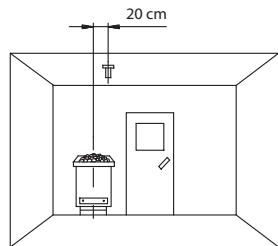

Рис. 7
1. Датчик печи монтируется в кабинах размером до $2 \times 2 \text{ м}$ согласно рис. 7 и 8, а в кабинах большего размера согласно рис. 7 и 9.